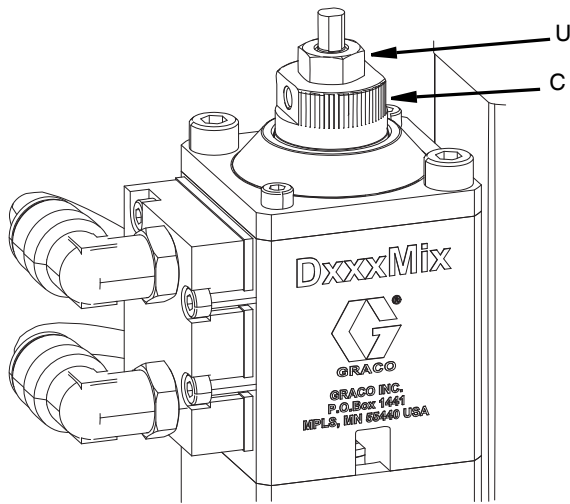

FIG. 10
1. Desaperte a porca de segurança (U) na parte superior da válvula.
2. Rode a porca de ajuste (C) para a esquerda para reduzir a distância de abertura da válvula.
3. Abra lentamente a porca de ajuste (C), controlando a pressão do ar até ser alcançado o fluxo pretendido.
4. Aperte a porca de segurança (U) para manter a porca de ajuste (C) no lugar. Consulte a FIG. 10.